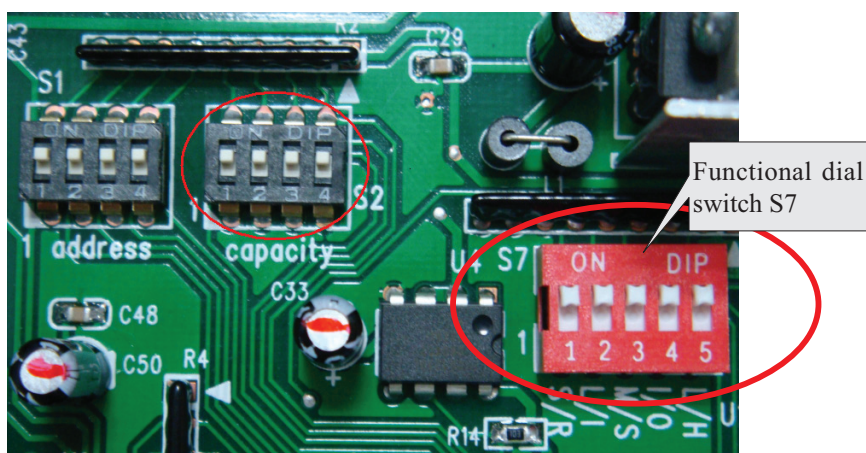

Рис. 7.16
7.4.8 На DIP-переключателе кода функций S7 (рис. 7.16) в соответствии с таблицей 7.5 задается режим работы определенных функций кондиционера